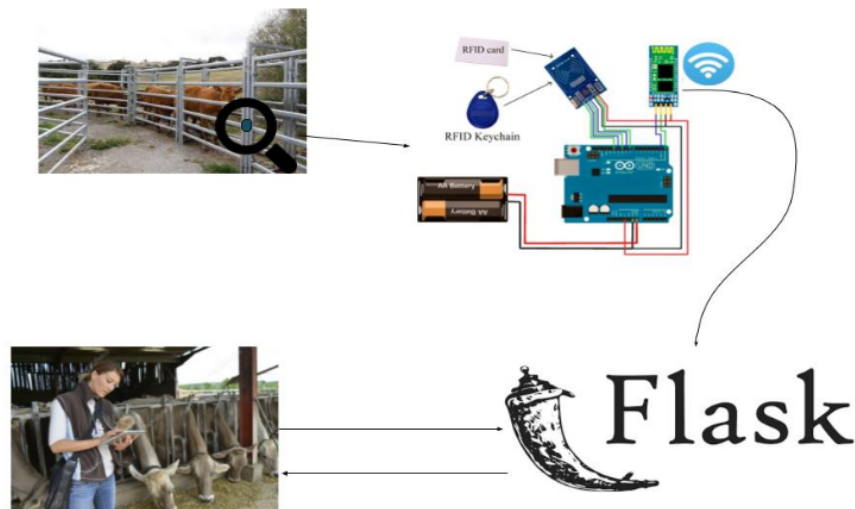

Figura 2: Esquema del sistema de trazabilidad de ganado.
- Como sistema de ejemplo para el proyecto se eligió el de trazabilidad del ganado en el que los animales poseen un tag RFID que los identifica y facilita el acceso a la información del mismo. El esquema de la Figura 2 ilustra la idea del sistema planteado.